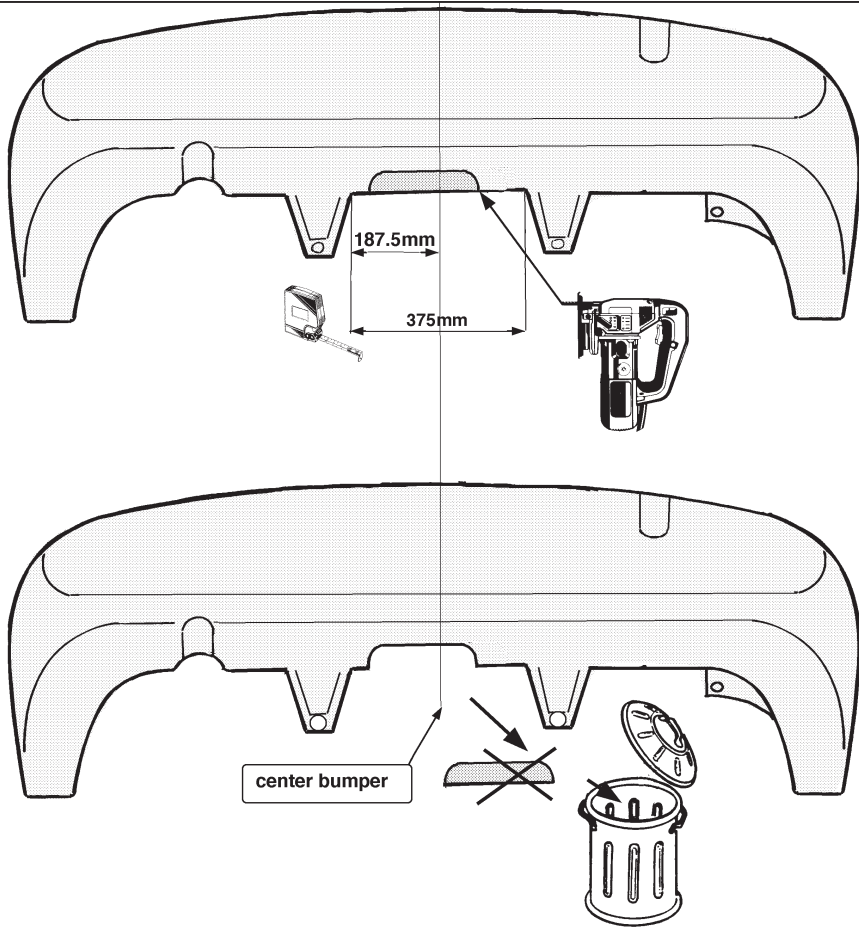

fig.3
3. Fixer le corps de la rotule amovible au moyen de deux boulons M12x90 (10.9) y compris la prise électrique, les rondelles de blocage et les écrous autofreinés. Serrer tous les boulons et écrous conformément au tableau. Découper le gabarit et le positionner conformément à la figure 3 sur le côté inférieur du pare-chocs. Scier la partie indiquée. Remettre le pare-chocs en place.
3. Montera den löstagbara kulans hus med två skruvar M12x90 (10.9), inklusive kontaktplattan, planbrickor och självlåsande muttrar. Momentdrag alla skruvar och muttrar enligt tabellen. Klipp ut schablonen och placera den enligt fig. 3 mot kofångarens undersida. Såga ut den angivna delen. Sätt tillbaka kofångaren.
3. Monter huset til den løse kugle med to bolte M12x90 (10,9) inklusiv kontaktplade, planskiver samt selvåsende møtrikker. Spænd alle bolte og møtrikker ifølge tabellen. Klip skabelonen ud og anbring denne på undersiden af kofangeren ifølge fig. 3. Sav det markerede stykke ud. Sæt kofangeren på plads igen.
3. Fijar la casa de la bola extraíble por medio de dos tornillos M12x90 (10.9) inclusive placa enchufe, arandelas planas y tuercas de seguridad. Apretar todos los tornillos y tuercas según los puntos indicados en la tabla. Recortar la plantilla y colocarla como se indica en la fig. 3 en el lado inferior del parachoques. Serrar la parte indicada. Volver a poner el parachoques.
3. Fissate l'alloggio della sfera amovibile con due bulloni M12x90 (10.9) con la piastra delle spine, gli anelli di chiusura e i dadi autobloccanti. Avvitare tutti i bulloni e i dadi come indicato nella tabella. Ritagliate il modello e collocatelo sotto il paraurti, come indicato nella fig.3. Segate via la parte indicata. Rimontate il paraurti.
3. Siedzisko kul haka holowniczego skręcić za pomocą dwóch śrub M12x90mm (10.9) wraz z podstawą pod gniazdo, podł adkami pł askimi i nakrętkami samo kontruującymi. Wszystkie nakrętki i śruby dokręcić z odpowiednim momentem obrotowym podanym poniżej w tabeli. Wyciąć szablon pokazany w instrukcji montażowej, a następnie przył ożyć do zderzaka wedł ug rys.3 od spodu. Zaznaczoną część wyciąć. Zderzak ponownie zamontować.